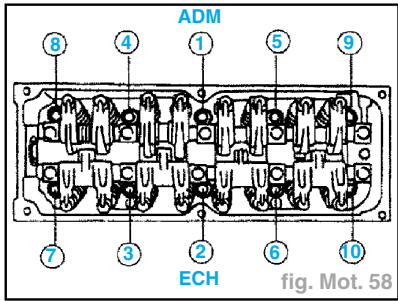

fig. Mot. 58
- Monter de nouvelles rondelles. Serrer les boulons de culasse dans l'ordre indiqué (fig. Mot. 58).
- Serrer les boulons de culasse dans l'ordre indiqué (fig. Mot. 58) à **2 daN.m**.